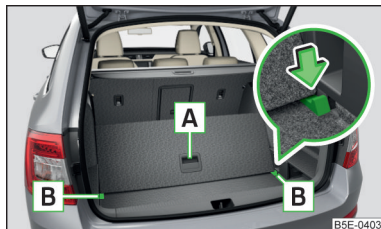

Fig. 129
- Levez la partie arrière du plancher de chargement variable par la poignée **A** » fig. 129.